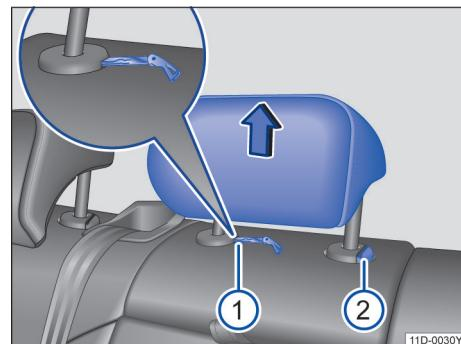

图 75 拆卸和安装后排头枕
- 将打开的轿车钥匙头或螺丝刀插入护套的槽内 → 图 75①。
- 同时按压按钮②，另一人将头枕完全拔出。